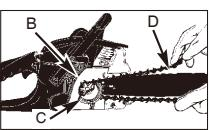

Fig. 4B
2. La kjeden gå rundt tannhjulet (B) bak koblingen (C). Sørg for at linkene passer mellom tannhjulene (Fig. 4B).
3. Før drivverkslinkene inn i sporet (D) og rundt enden av skinnen (Fig. 4B).